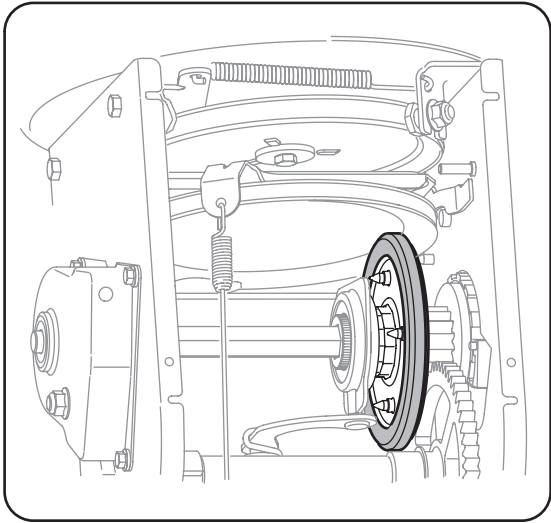

Figure 6-11
4. Examinez soigneusement la roue de frein pour détecter tout signe d'usure ou de fendillement. Voir la Figure 6-11.
5. Utilisez une clé pour pivoter la poulie de tension vers la droite. Voir la Figure 6-11.